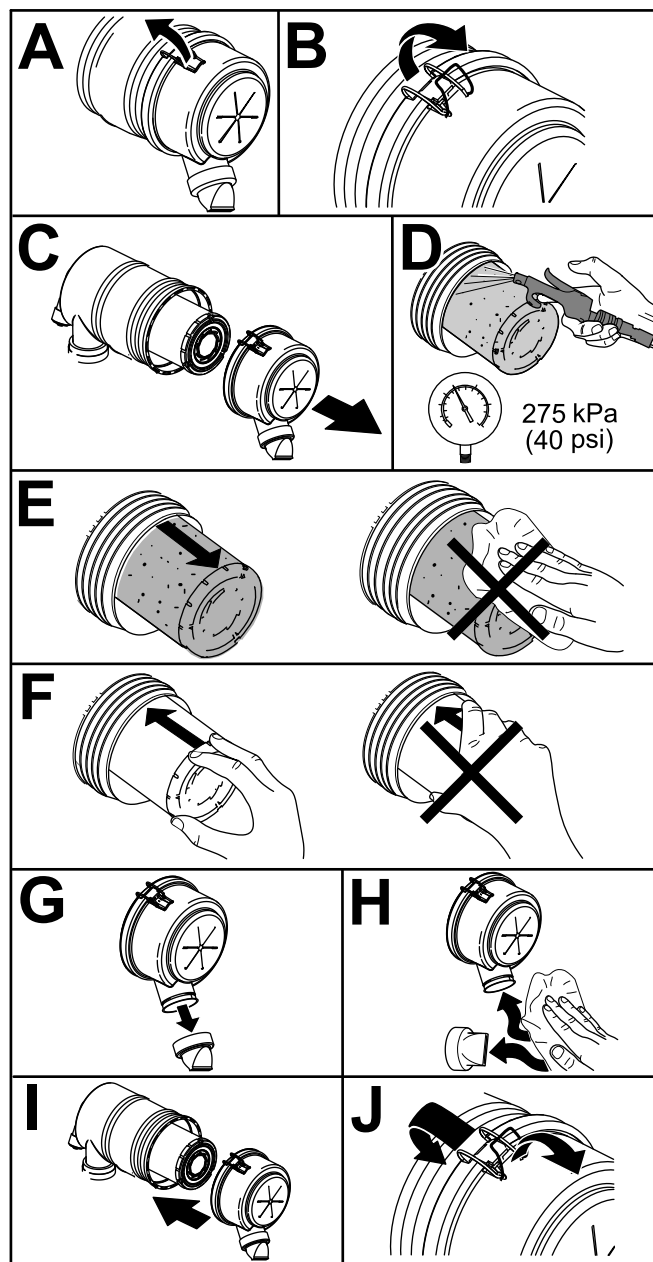

Figura 43
1. Sostituite l'elemento del filtro dell'aria (Figura 43).